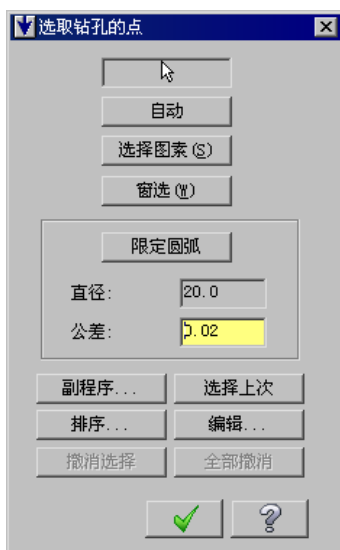
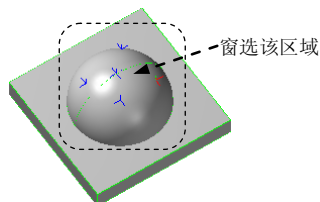

图 7.9.4 “选取钻孔的点”对话框
图 7.9.5 选取钻孔点
Step2. 在 **图形类型** 下拉列表中选择 **点** 选项，然后单击其后的  按钮，系统弹出图 7.9.4 所示的“选取钻孔的点”对话框。单击 **窗选 (W)** 按钮，在图形区窗选图 7.9.5 所示的所有点，单击“选取钻孔的点”对话框中的  按钮，系统返回至“多轴刀路—钻孔”对话框。在 **循环** 下拉列表中选择 **深孔啄钻** 选项，其他参数采用系统默认设置值。